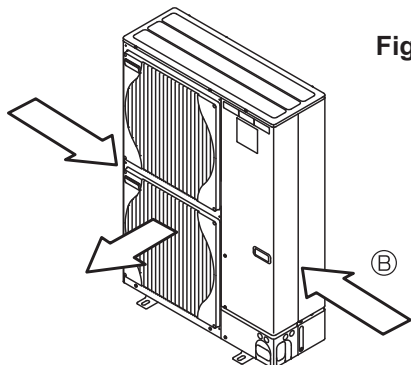

Fig. 3-4
- ③ Bringen Sie die Anlage so an, dass die Abluft aus der Luftaustrittsöffnung im rechten Winkel zu derjenigen Richtung geführt wird, aus der saisonal bedingt starker Wind bläst. (Fig. 3-4)